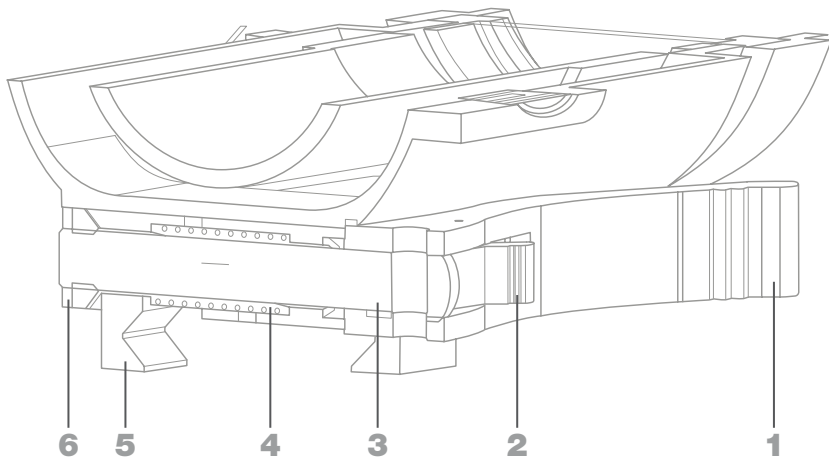

Рисунок 2
1.4.2 Прицел (рисунок 1) конструктивно состоит из корпуса 2, батарейного отсека 5, защитных крышек 1, 4, направляющей 10, регулируемого зажимного устройства (рисунок 2).
1.4.8 Прицел закрепляется на посадочном месте 10 (рисунок 1) при помощи регулируемого зажимного устройства (рисунок 2). Регулируемое зажимное устройство состоит из ползуна 5 с фиксирующим выступом, ось-винта 3, гайки 6 с фиксирующими пазами, пружины 4, храповика 2 и рукоятки с эксцентриком 1.